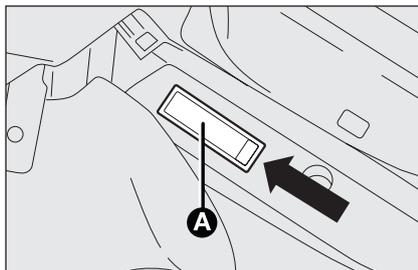

fig. 35
- mediante il cacciavite in dotazione, estrarre la plafoniera **A**-fig. 35 agendo nel punto indicato;